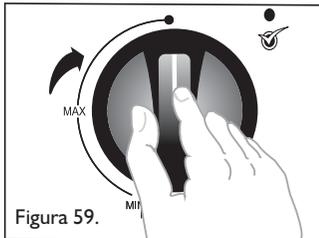

Figura 59.
- Que la perilla esté en la posición de APAGADO (Ver figura 59)